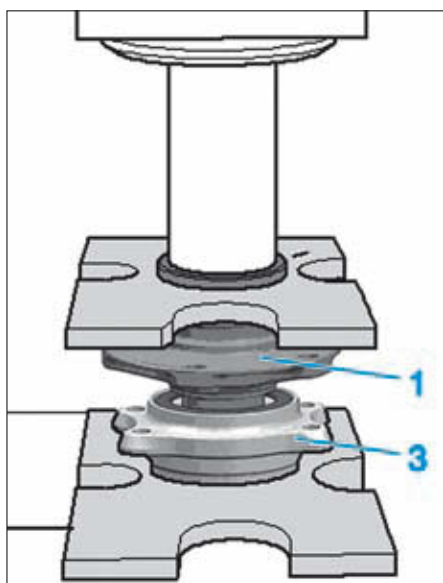

FIG. 27
• Emmancher le roulement neuf (3) sur la fusée (1) à l'aide d'outils adaptés (Fig.27).